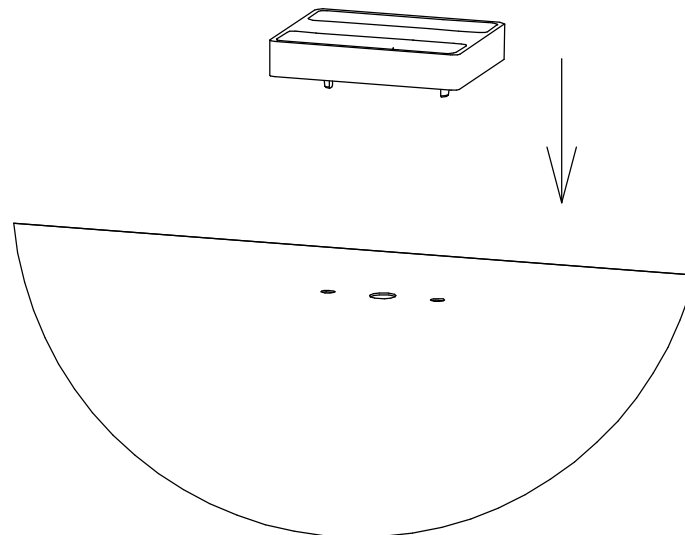

Рисунок 2 - Схема установки проставки пластиковой.
6.5 Установите проставки пластиковые поз.4 в отверстия возле крепежных мест (рис. 2).